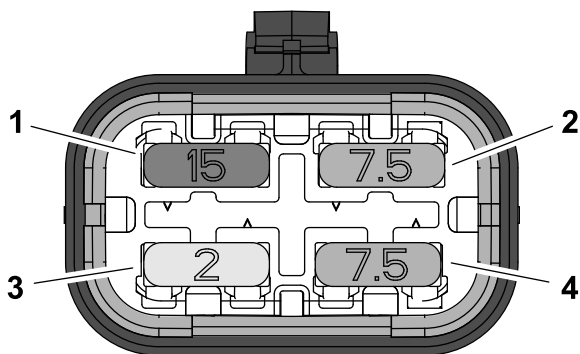

Рисунок 43
3. Вставьте новый предохранитель в гнездо блока предохранителей (Рисунок 43).